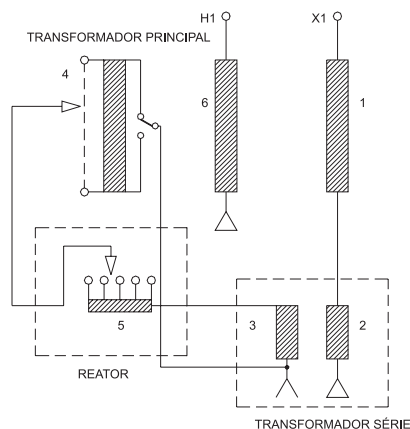

Figura 3: Ligação do reator ao transformador
A montagem ideal é a indicada na figura 3, que independe da classe de tensão do enrolamento AT. As oscilações de tensão ao impulso são bem menores, já que o reator (5) está instalado em um circuito de tensão relativamente baixa. Há a vantagem adicional desse reator funcionar como um limitador da corrente de inrush, preservando o transformador principal dos esforços decorrentes dessas correntes.